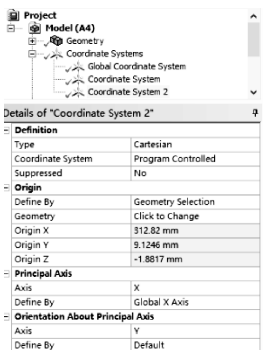

图 1-6 右端卷耳轴心创建局部坐标
(2) 为主片钢板弹簧右端卷耳轴心创建局部坐标：在 Mechanical 标准工具栏中单击，选择 Main.1 右端卷耳轴心内表面；在导航树上右键单击【Coordinate Systems】，从弹出的快捷菜单中选择【Insert】→【Coordinate Systems】，接受自动命名 Coordinate System 2，其他默认，如图 1-6 所示。